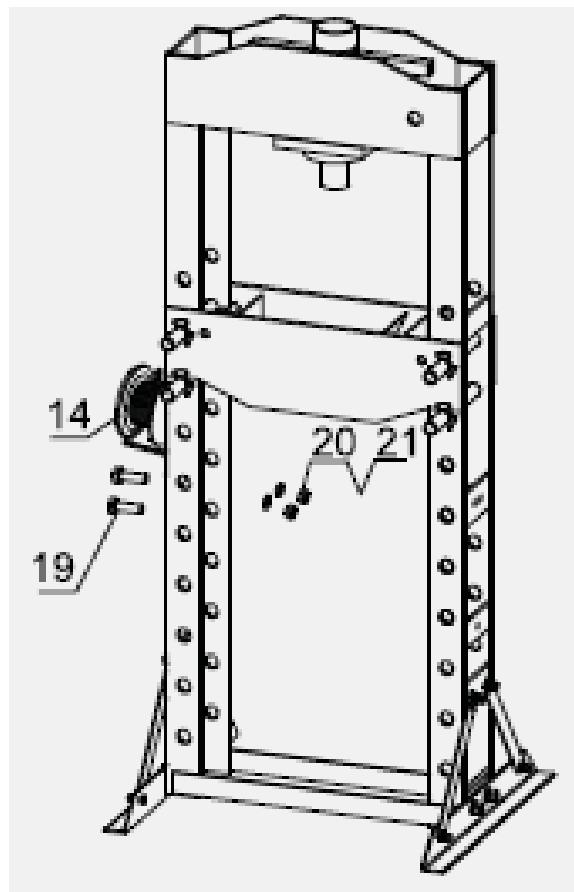
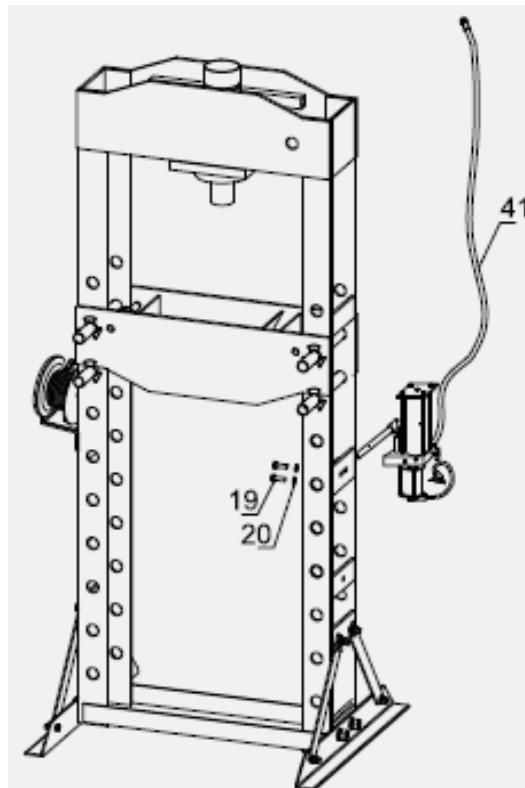

Рис. 3
Рис. 4
4. Присоедините лебедку (14) к раме с помощью болтов (19), шайб (20) и гаек (21). См. рис. 3 Подсоедините насос (41) к раме с помощью болтов (19) и шайб (20). См. рисунок 4.
5. Подсоедините насос (41) к раме с помощью болтов (19) и шайб (20). См. рисунок 4.